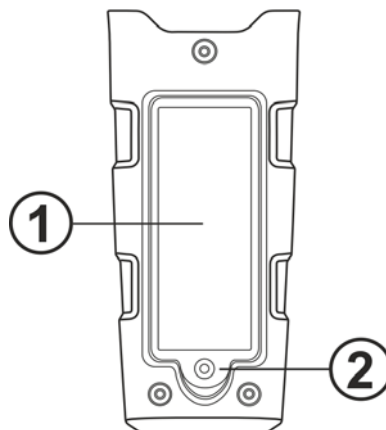

Abb. 5: Batteriewechsel
2. Schrauben Sie die Befestigungsschraube (siehe Fig. 5 – Teil 2) des Batteriefachdeckels auf (siehe Fig. 5 – Teil 1), entfernen Sie den Deckel und entfernen Sie die Batterien.